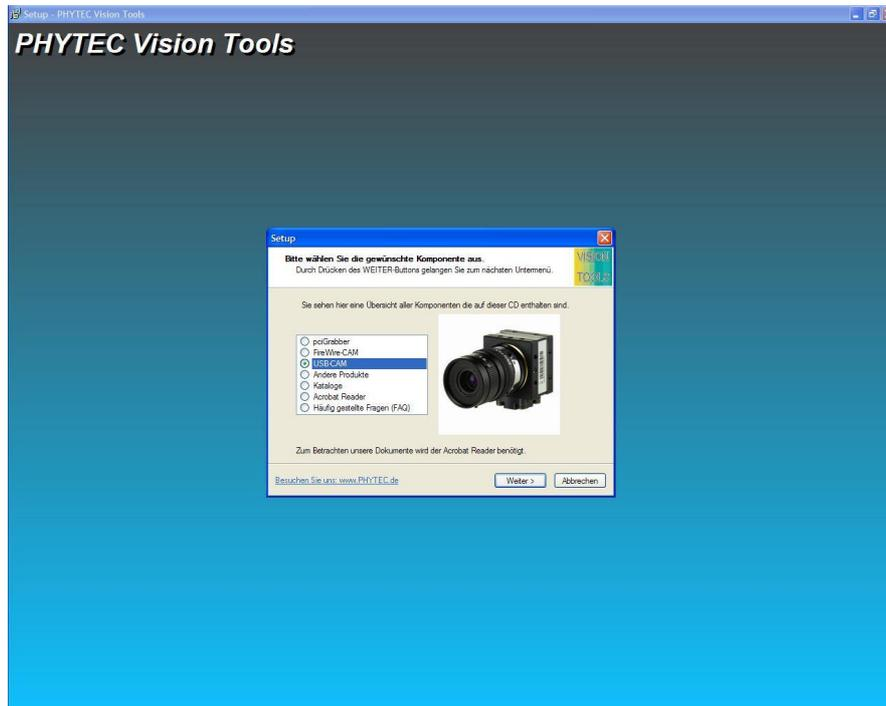

Bild 16: Titelmnü der ‚Vision Tools‘ – CD
- Die CD startet normalerweise automatisch und das Titelmü *Bild 16: Titelmü der ‚Vision Tools‘ – CD*“ erscheint.